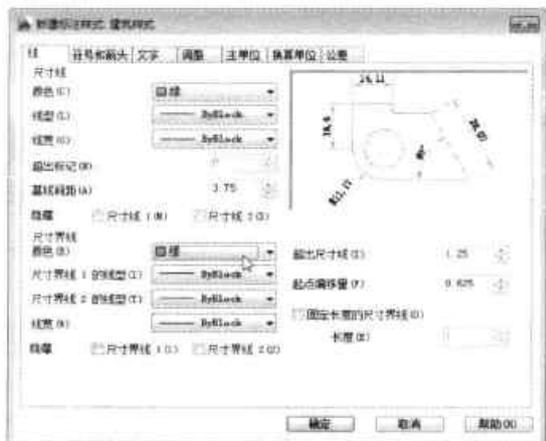

图9-79 设置尺寸线颜色
Step03 在“新建标注样式”对话框中，切换至“线”选项卡，将“尺寸线”和“尺寸界线”的颜色设置为绿色，如图 9-79 所示。